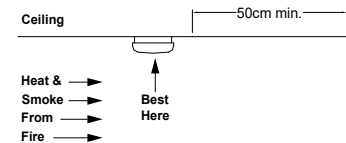

Fig. 3 – Jutiklio montavimas nuo sienos
Montuokite dūmų jutiklius kaip įmanoma arčiau lubų centro ir toliau nuo šviestuvų ir kondicionavimo vamzdžių, ne arčiau kaip 50 cm nuo sienų ar kampų (see Fig. 3).
- Užsistovėjusio oro vietose, dažnai susidarantiems smalių stogų sankirtoje. Užsistovėjęs oras gali trukdyti dūmams patekti į jutiklį. Rekomenduojamos vietos Fig. 3.